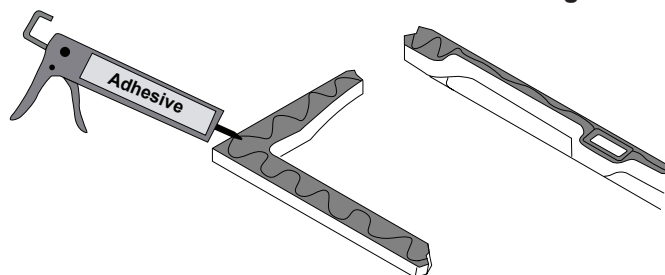

Figure 4
- ⑤ Appliquez de l'adhésif (fourni avec la baignoire) sur le pont supérieur de la baignoire comme il est illustré (Figure 4). Appliquez un boudin d'adhésif modérément autour du trou de découpe du panneau de commande. Une trop grande quantité d'adhésif entourant le trou de découpe s'infiltrera dans l'ouverture et nuira à l'installation du panneau de commande.